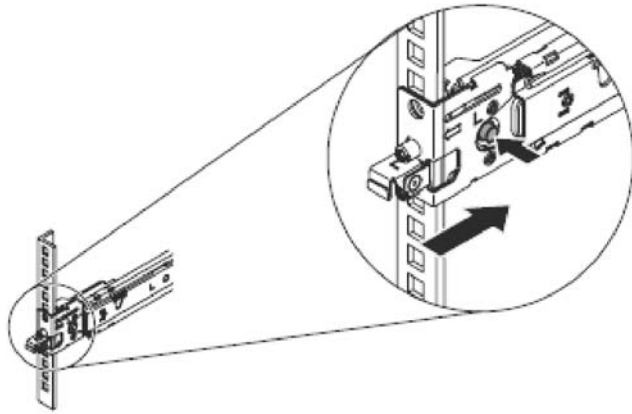

図 51. スライド・レールの前部端の取り付け
5. 78 ページの図 51 に示すように、スライド・レールの前部端を取り付けます。